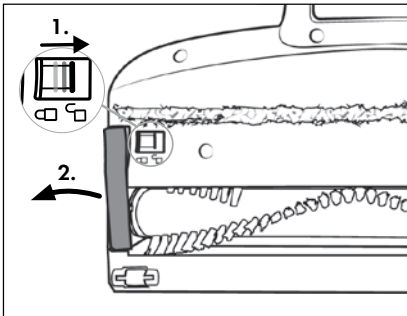

Fig. 29
- 2) Disimpegnare il rullo a spazzola 21 spostando lo sblocco del rullo a spazzola 19 con il dito verso destra e rimuovendo il supporto del rullo a spazzola 20 dalla spazzola per pavimenti 22 (vedere fig. 29).